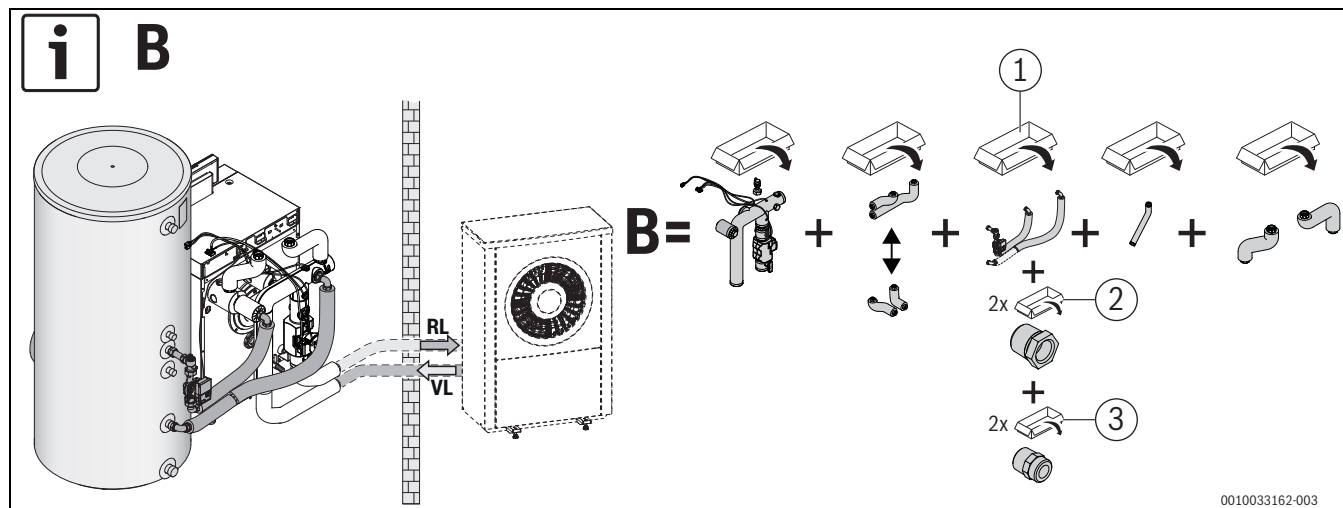

Bild 13 Speicher-
- ▶ Rohrgruppe entsprechend der vorgesehenen Varianten (→Bild 13 –